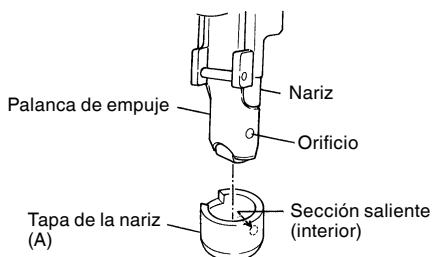

Fig. 12
- Fije la tapa de la boca (A) en la punta de la palanca de empuje cuando desee proteger la superficie de la madera, etc. cntra ralladuras.
- (1) Instalación y desinstalación de la tapa de la boca. La tapa de la boca podrá instalarse presionándola simplemente en la palanca de empuje. Presiónela hasta que la parte convexa de su interior entre en el orificio de la palanca de empuje. (Fig. 12)